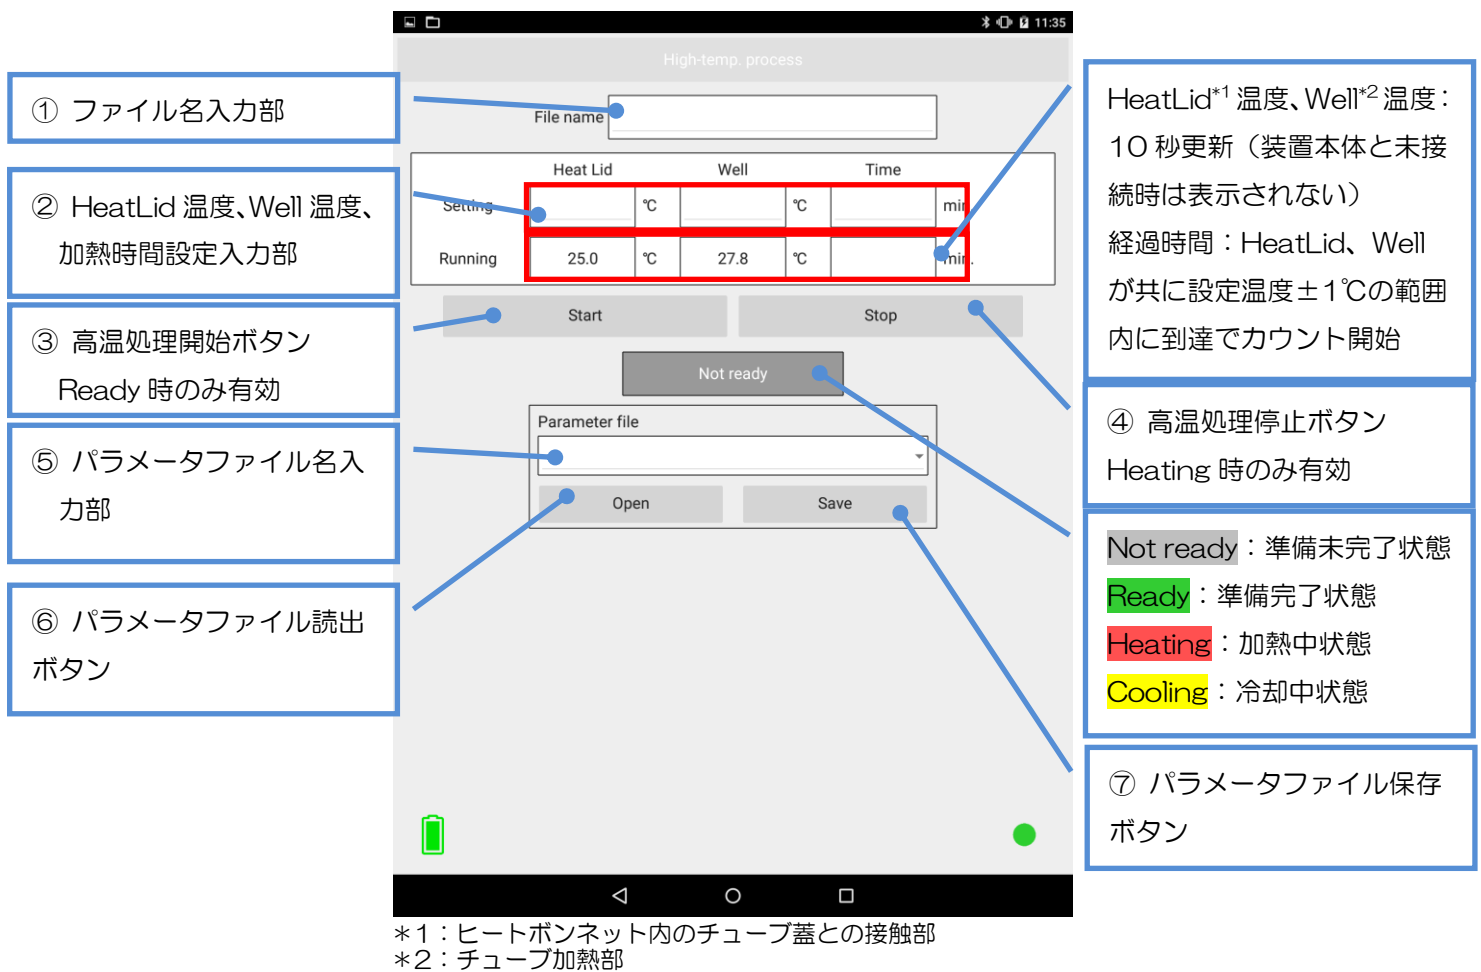
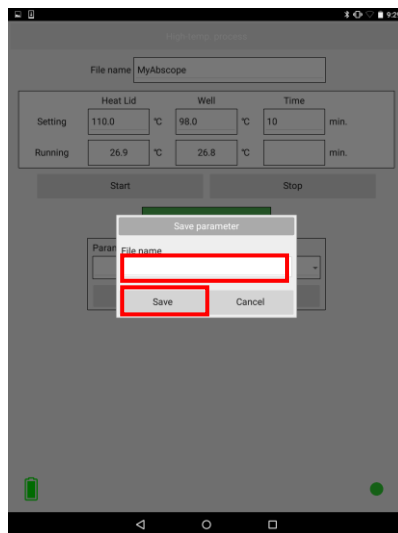
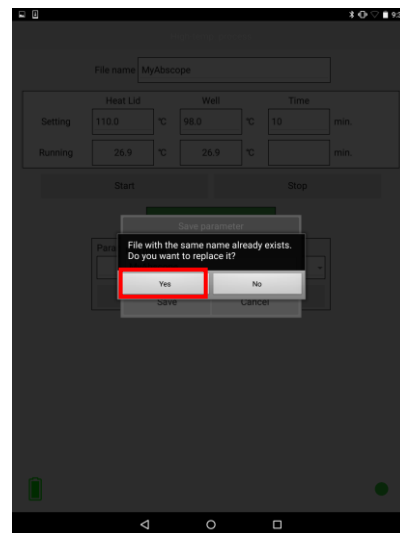
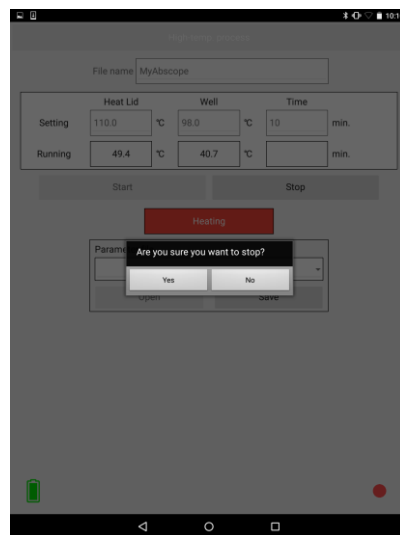

図 3-4 : 高温処理プロセス画面
図 3-6 : パラメータ保存画面
図 3-7 : 上書き保存確認画面
図 3-12 : 高温処理中止確認画面
（図 3-4）へ移行します。
設定値を保存したい場合は、図3-4⑦のパラメータファイル保存ボタンをタップし、図3-6の保存画面でファイル名を入力後、「Save」を選択してください。「Cancel」選択時は、ファイルは保存されません。同一ファイル名が存在する場合は図 3-7 の確認画面で「Yes」をタップすると、上書き保存されます。「No」をタップすると再度パラメータ保存画面が表示されます。
設定値を保存したパラメータから読み出したい場合は、図3-4⑤のパラメータファイル名を選択後、図3-4⑥のパラメータファイル読出ボタンをタップしてください。
- (7) 図 3-4③の高温処理開始ボタン「Start」をタップすると高温処理プロセスが開始されます。加熱が開始されると“Heating”表示され、タブレット画面右下の緑●が赤●に変わり、装置本体の電源ボタン横の動作表示灯が青く点滅します。
高温処理途中で処理を中止したい場合は、図 3-4④の高温処理停止ボタンをタップしてください。図 3-12 のように「Are you sure you want to stop?」と中止確認されますので、「Yes」を選択してください。「No」を選択した場合、高温処理は中止されません。